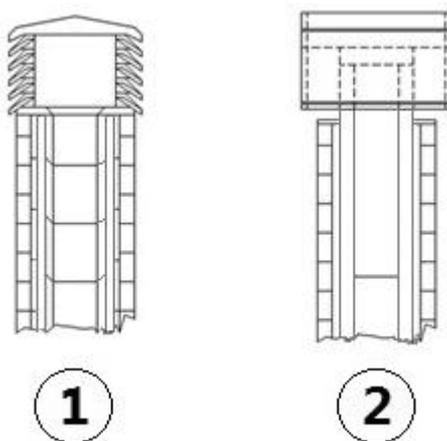

Fig. 4 - Comignoli antivento
- Si consiglia un comignolo di tipo antivento, vedi **Fig. 4**.
- Canna fumaria esterna realizzata esclusivamente con tubi inox isolati cioè con doppia parete minimo $\varnothing 100/120$ mm: il tutto ben ancorato al muro. Con comignolo antivento (vedi Fig. 4).